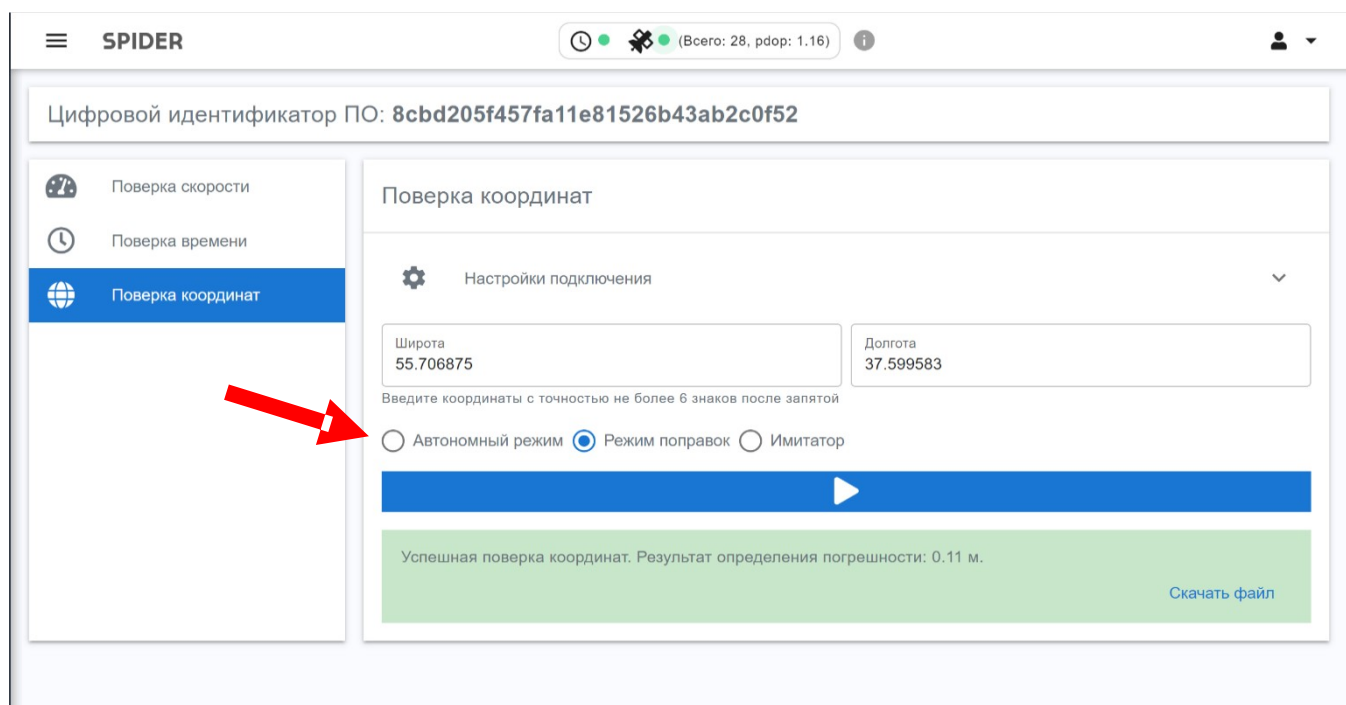

Рисунок 12 – Интерфейс поверки координат
6.7.6.2. Для поверки координат необходимо выбрать режим определения координат (см. рисунок 12). Для поверки координат в условиях радиовидимости спутников необходимо использовать режимы «Автономный режим» и «Режим поправок». Для поверки по имитатору спутниковых сигналов выбрать режим «Имитатор».